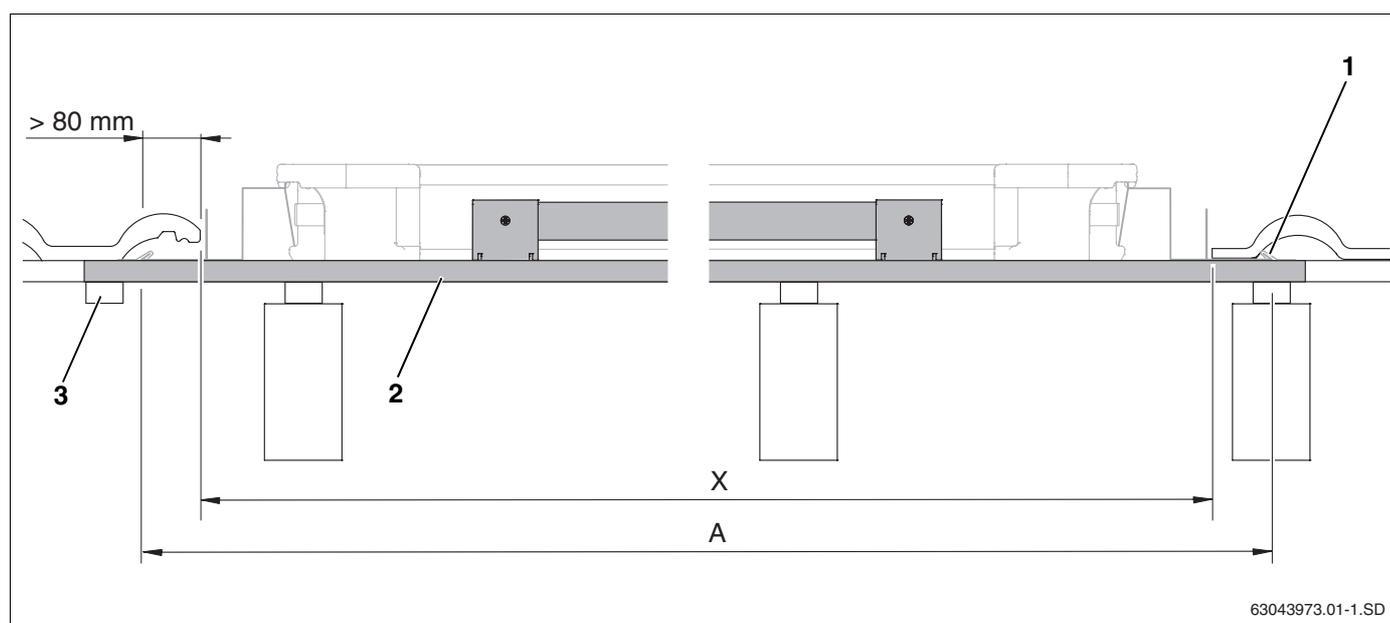
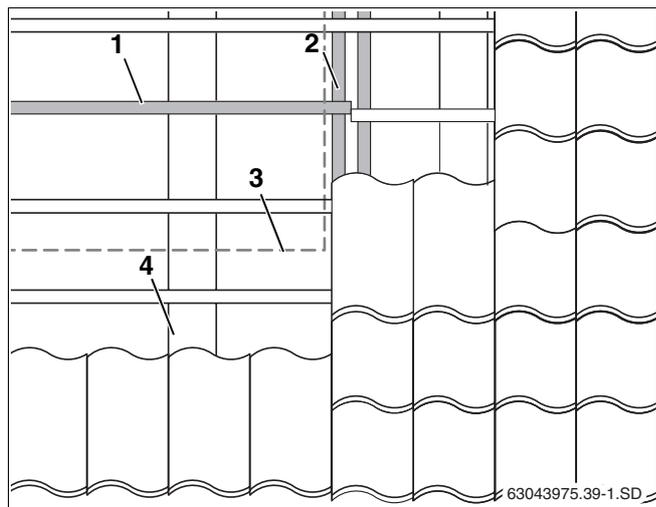

Fig. 9 Lunghezza dei listelli da tetto aggiuntivi (qui: primo listello da tetto in basso con sicurezza anti scivolamento)
Fig. 13 Spostamento di listelli da tetto nel campo di collettori
La lunghezza minima dei listelli da tetto aggiuntivi (fig. 9, **pos. 2**) corrisponde alla larghezza del campo di collettori (tabella 5, pagina 14, misura A) più ca. 10 cm per i ganci laterali (fig. 9, **pos. 1**).
- Fissare i giunti dei listelli sui travetti inclinati o collegarli in maniera adeguata, ad es. fissarli utilizzando i listelli da tetto disponibili (fig. 9, **pos. 3** e fig. 13, **pos. 2**).
Se è necessario montare un listello da tetto aggiuntivo (fig. 13, **pos. 1**) nell'area di un listello già presente, quello presente deve essere spostato nell'area del campo di collettori (fig. 13, **pos. 3**) e fissato in maniera adeguata (fig. 13, **pos. 2**).